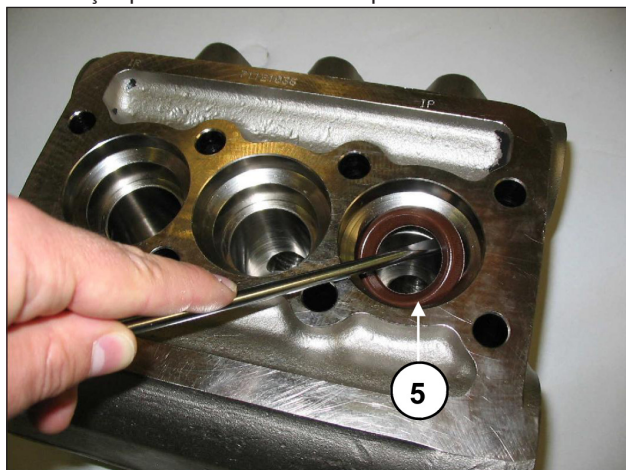

Fig. 21
C) Remova as vedações de alta pressão do cabeçote e os de baixa pressão do suporte relativo usando ferramentas simples, conforme indicado na Fig. 21, pos. ⑤, prestando atenção para não danificar os respectivos locais.